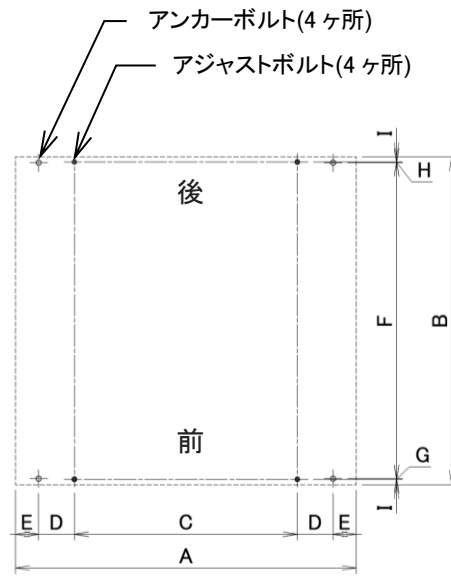

図 4-2
- 1) 機械の据付は、機械自重による床荷重(590kg/m2)に充分耐えられる所で、かつ、水平な所であれば、特別な基礎工事の必要はなく、簡易基礎にて水平を出し、4本のアンカーボルトにて固定するだけで充分です。ただし、特に地盤の弱い所は、(図 4-2)を参照の上基礎工事をしてください。また、機械の据付は水平器を用いて、左右は水平にし、機械の前後方向は機械前側が少し上がり気味になるように据付してください。